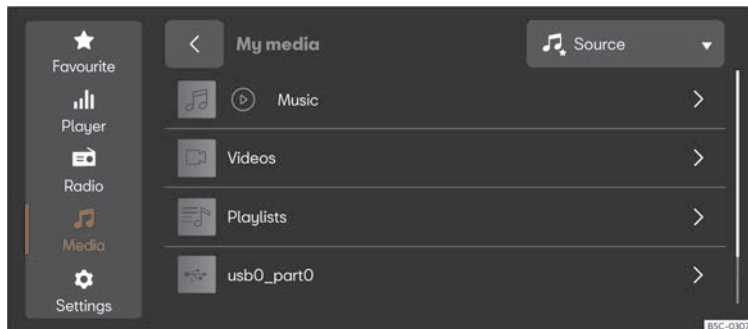

Fig. 181 Reprezentare schematică: Vedere Media
- Apăsați **MENU** > >>> **fig. 181**.